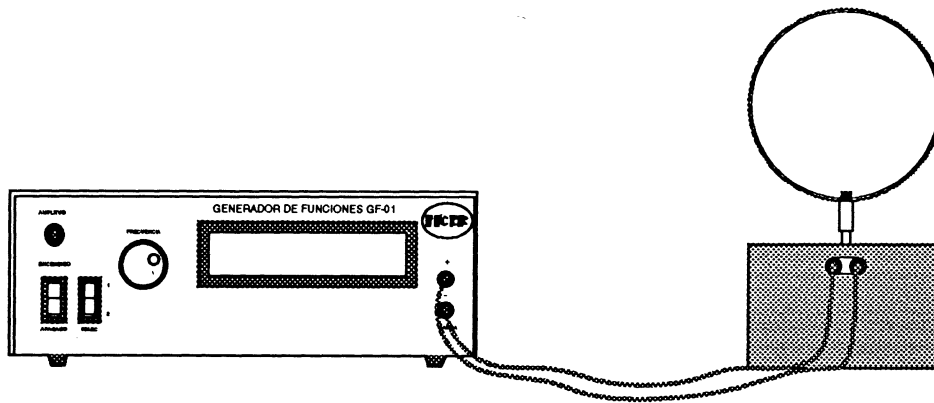

Figura 4.- Instalación del equipo
- 5.- Apague el Generador de Funciones e instale el fleje circular. Como se muestra en la figura 4. Para hallar los modos de oscilación de este fleje, proceda como en los pasos anteriores y encuentre al menos dos diferentes.